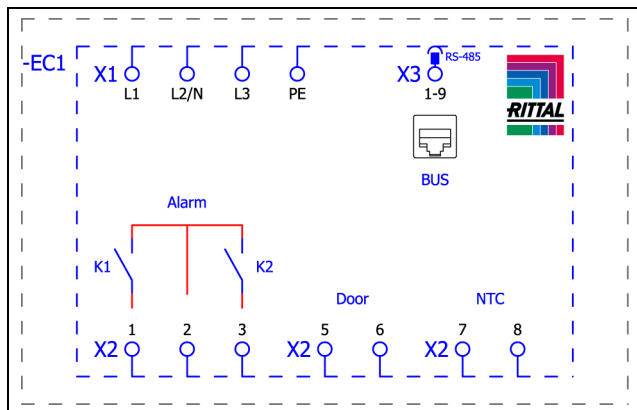
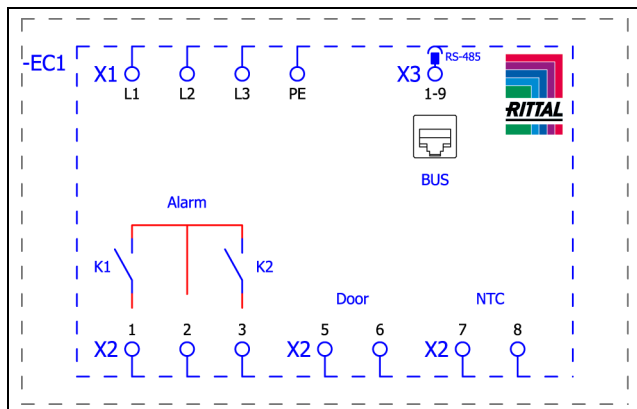

Fig. 17: Esquema de conexões SK 3186930, SK 3187930 e SK 3185830
Fig. 18: Esquema de conexões SK 3188940 e SK 3189940
- Retire o conector de alimentação de tensão do pacote de acessórios e faça a ligação com a rede elétrica seguindo o esquema de conexões (fig. 17 ou fig. 18).